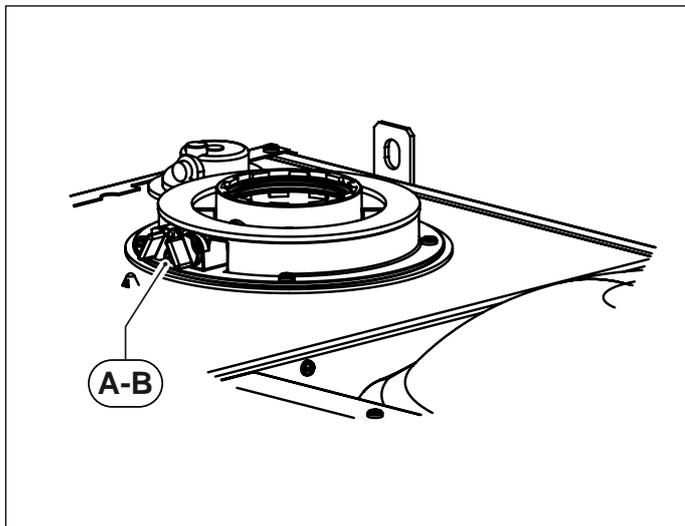
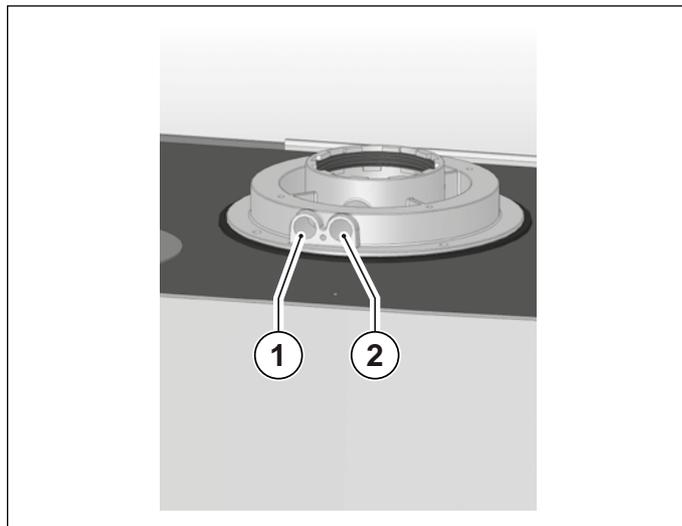

Fig. 14 Posizione tappi
Fig. 15 Posizione fori
La caldaia è provvista di una torretta per il collegamento della tubazioni di aspirazioni aria/scarico fumi (vedi Fig. 14 Posizione tappi e Fig. 15 Posizione fori).
Nella torretta sono stati predisposti dei fori per l'accesso diretto all'aria comburente ed allo scarico dei fumi (vedi Fig. 15 Posizione fori).
Prima di effettuare le misurazioni togliere i tappi **A** e **B** dai fori predisposti sulla torretta (vedi Fig. 14 Posizione tappi).
- misura dell'aria comburente prelevata nell'apposito foro **1** (vedi Fig. 15 Posizione fori).
- misura della temperatura fumi e della CO2 prelevata nell' apposito foro **2** (vedi Fig. 15 Posizione fori).